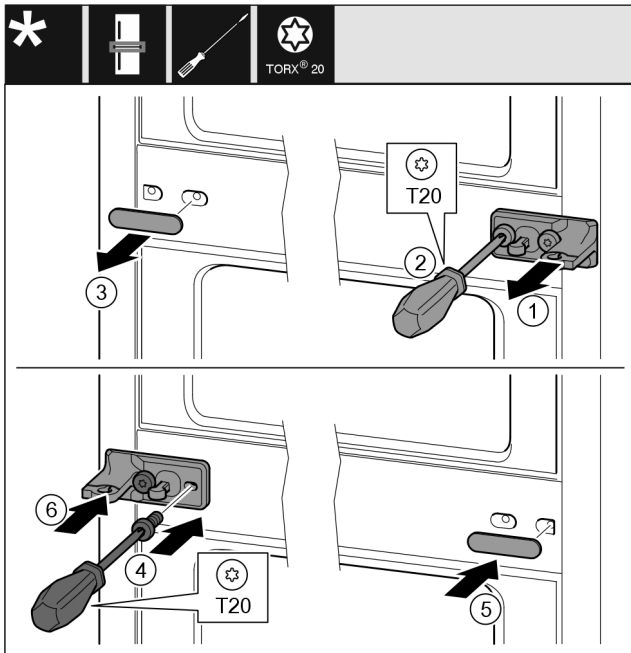

Fig. 31
- Scheibe abziehen. Fig. 31 (1)
- Schrauben mit Schraubendreher T20 herausdrehen. Fig. 31 (2)
- Abdeckung vorsichtig abziehen. Fig. 31 (3)
- Lagerbock mit Folie um 180° gedreht auf der anderen Seite fest anschrauben. Fig. 31 (4)
- Abdeckung um 180° gedreht auf der anderen Seite anbringen. Fig. 31 (5)
- Scheibe von vorn aufschieben. Fig. 31 (6)